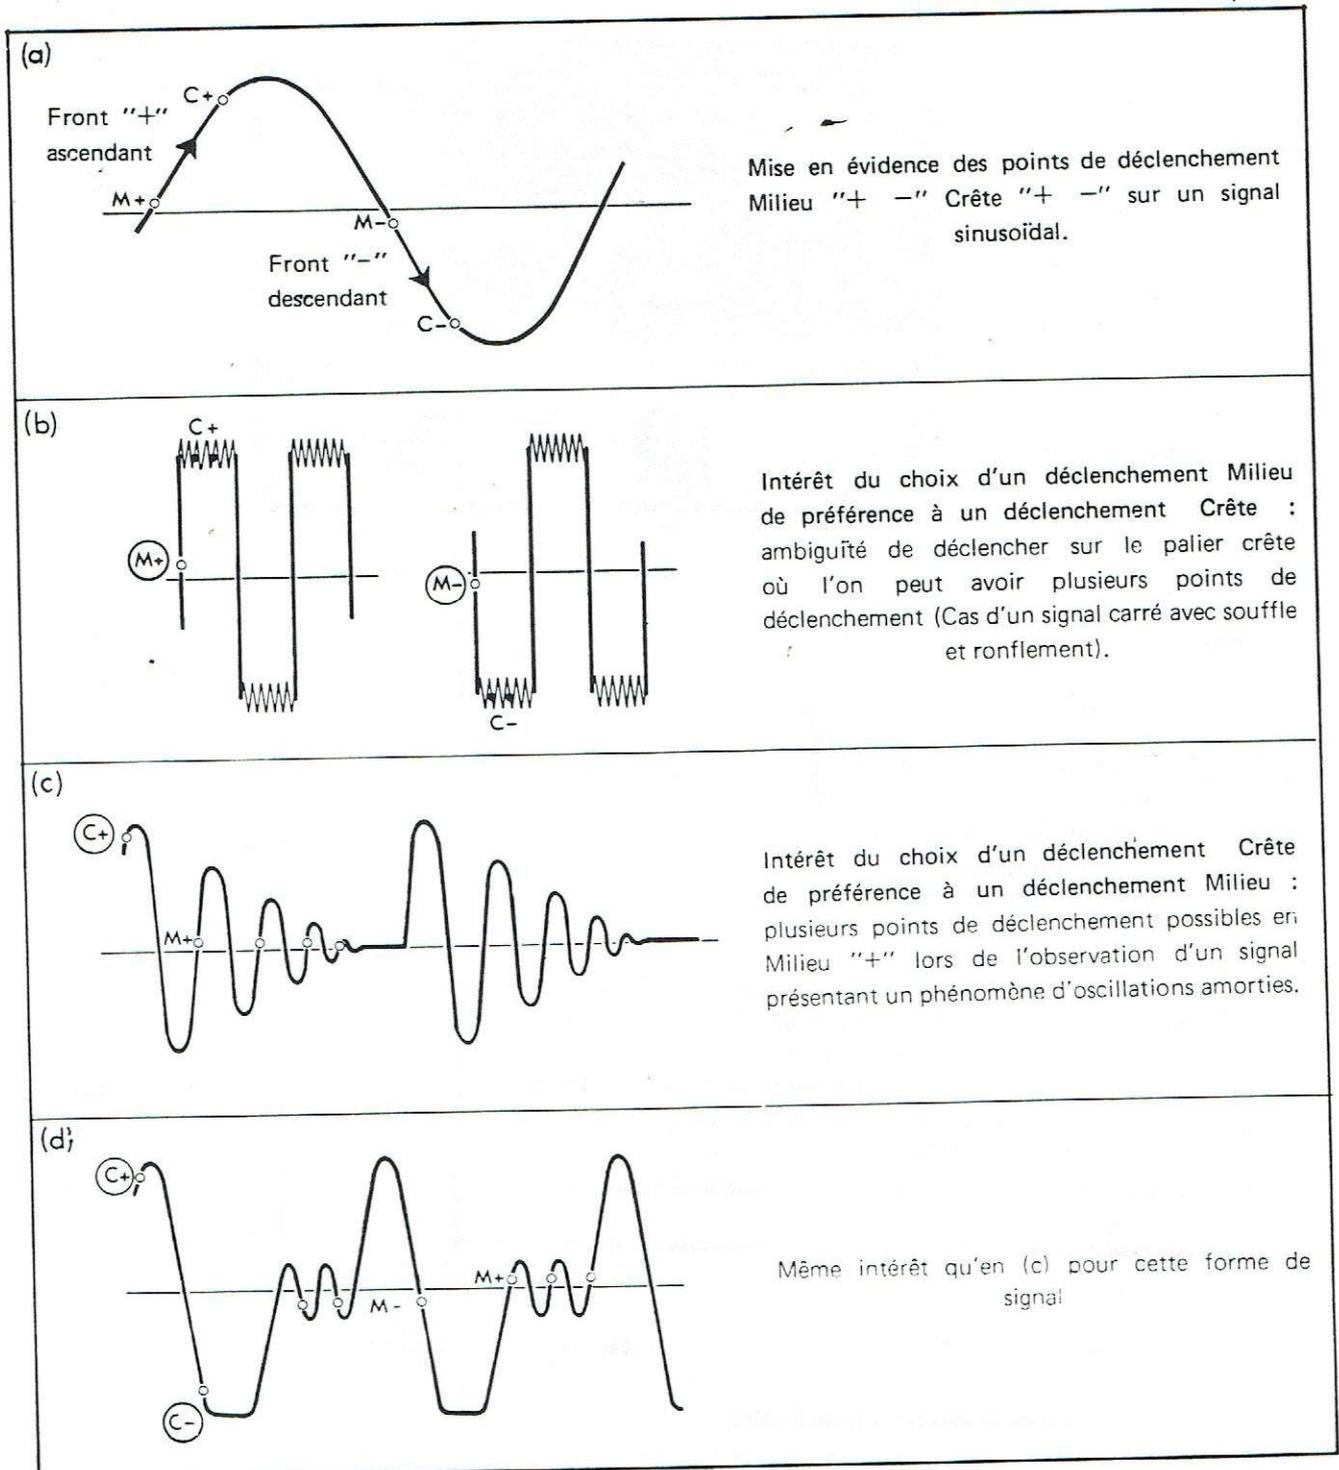

Fig. 9
La position du commutateur (9) obtenue par simple exploration et arrêt sur le déclenchement donnant une image stable, peut ensuite être interprétée par l'opérateur, qui la modifiera éventuellement en fonction du point de déclenchement qui lui semble préférable (voir ci-après et exemples Fig. 9).
- (Voir illustration des applications Fig. 9).